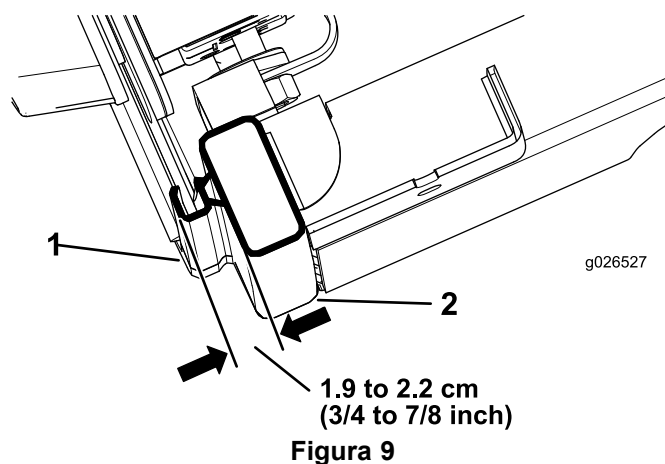

Figura 9
3. Cierre la puerta completamente y mida la altura del burlete hasta la superficie del raíl de la cabina; asegúrese de que la distancia es de 1,9–2,2 cm, según se muestra en Figura 9.